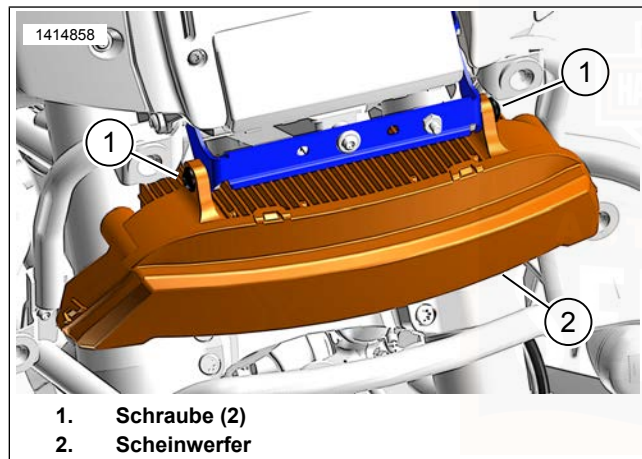

Abbildung 78. Scheinwerfereinstellung
2. Siehe Abbildung 78. Die Schrauben (1) lösen.